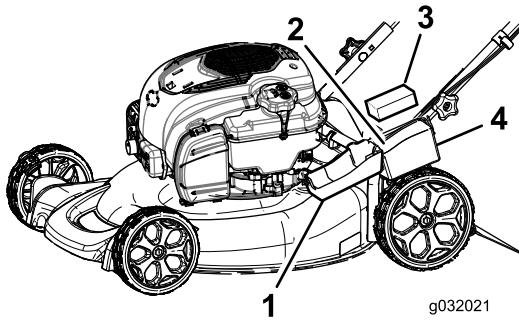

Figura 23
- Abra a tampa da bateria e retire (Figura 23).